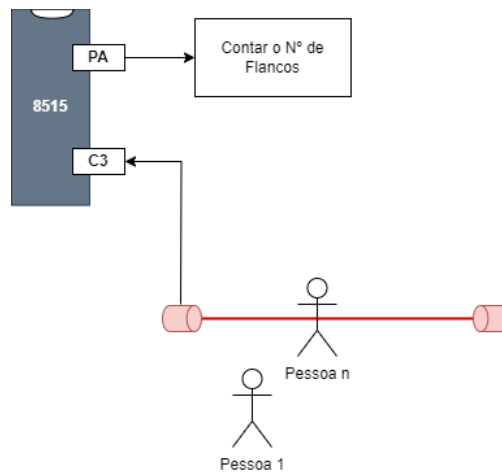

Figura 3. Exemplo contar o número de pessoas que passam num feixe.
- c) Implemente um programa que permita contar na PORTA o número de flancos ascendentes no bit3 da PORTC (Figura 3).